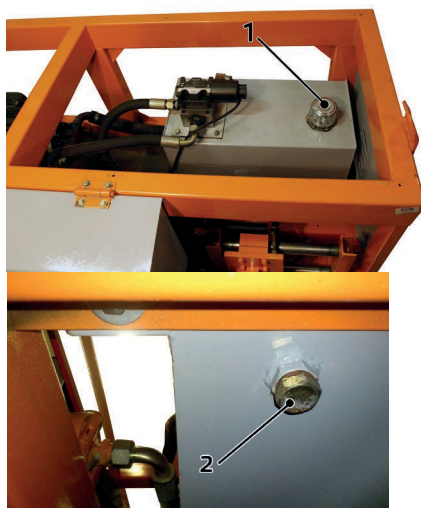

Рис. 11
1. Открутите крышку маслозаливного отверстия 1 (Рис. 11).
3. Открутите пробку маслоливного отверстия 2 (Рис. 11), слейте масло, закрутите пробку обратно (установите новую прокладку пробки маслоливного отверстия).